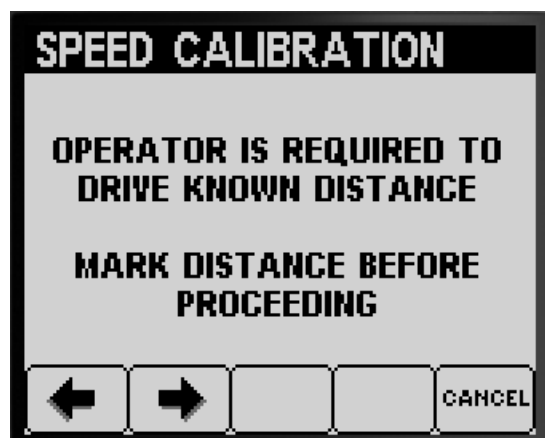

Bild 64
6. Markieren Sie mit einem Messrad eine Distanz von 45-152 m und notieren Sie gemessene Distanz unten (Bild 64).
8. Drücken Sie die Taste 2, um auf den nächsten Schritt zu gehen (Bild 64).